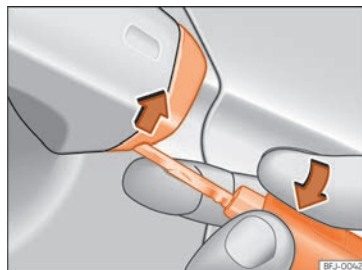

Fig. 81 Manípulo da porta do condutor: soltar a tampa fazendo alavanca.
- Introduza o palhetão na abertura inferior da tampa do manípulo da porta do condutor »» **Fig. 81** e retire a tampa de baixo para cima.